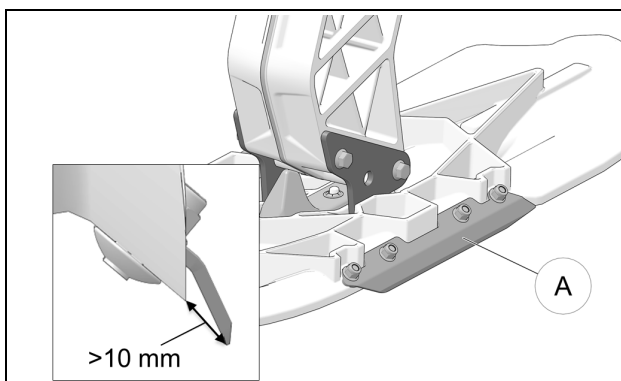

Figure 38
Vérifier les lisses latérales (A) au ski. Si elles montrent des plats de plus de 1 mm sur la longueur, elles doivent être réaffûtées. Si la mesure entre le bord du ski et le bord de la lisse est inférieure à 10 mm (13-14 mm à l'origine), la pièce doit être remplacée. Figure 38.